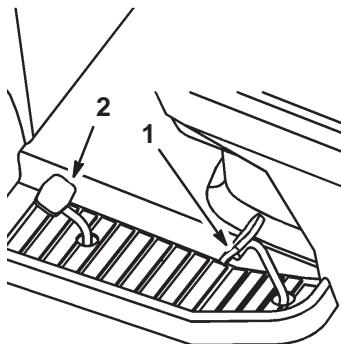

Bild 15
2. Gehen Sie mit dem Fuß auf das Fahrpedal und treten Sie das Pedal langsam durch um vorwärts zu fahren (Bild 15).
2. Stellen Sie den Fuß auf das Gaspedal zum Rückwärtssfahren und treten Sie das Pedal langsam durch um rückwärts zu fahren (Bild 15).